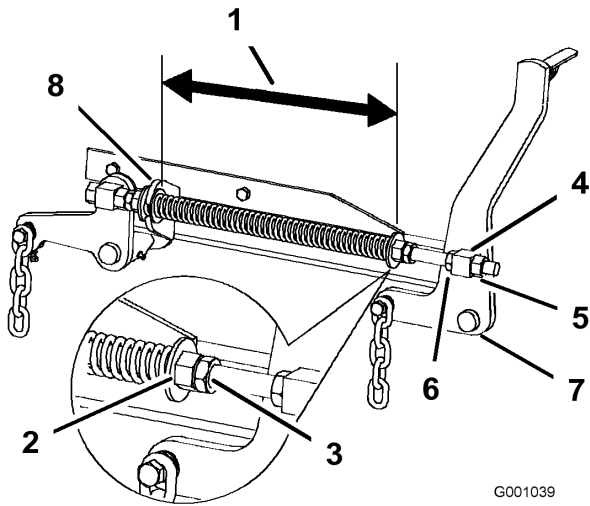

Figura 63
2. Compruebe la distancia entre las dos arandelas grandes, que debe ser de 28,2 cm (11-1/8 pulg.) para plataformas de cortacésped de 52 pulgadas, o 26,7 cm (10-1/2 pulg.) para plataformas de cortacésped de 60 pulgadas (Figura 63).
3. Ajuste esta distancia aflojando la contratuerca elástica y girando la tuerca que está delante de cada muelle (Figura 63).
4. Fije la tuerca en la posición deseada apretando la contratuerca elástica (Figura 63).